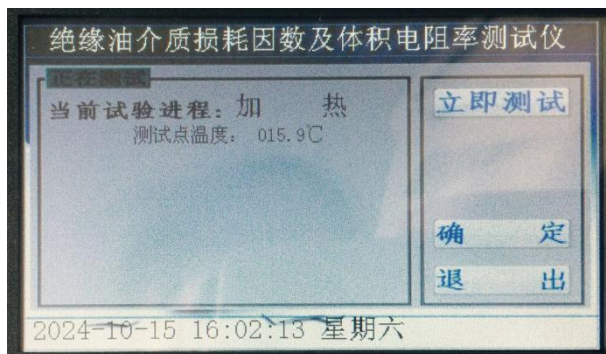

图 9
7、在自动测试界面下，选择立即测试后，如若出现图 9 界面，则是提醒没有插接好温度信号线，或温度信号线损坏。需与厂家联系。